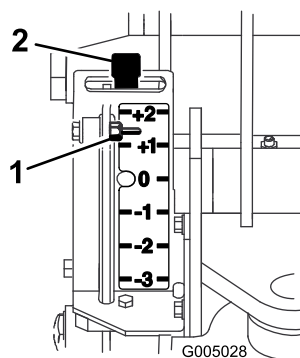
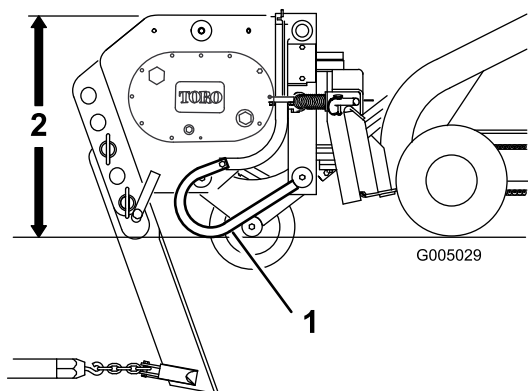

図 7
図 8
5. アタッチメントプレートにKちばん後ろまで倒してプラウの上部が地表面と平行になるようにする 図 8。
ゲージはプラウの左側に、トラクションユニットに向かってついており、ゲージから地表面にロッドアセンブリが出ています 図 8。プラウを引き上げるとゲージのインジケータが下がります。ゲージのマークは、現在の最大深さ設定からのプラスマイナスをインチで表示します 図 7。表示範囲は +2 から -3 です。ゲージの読みが +2 のときは、露出面よりも 2"5.0 cm 下、-3 のときは、3"